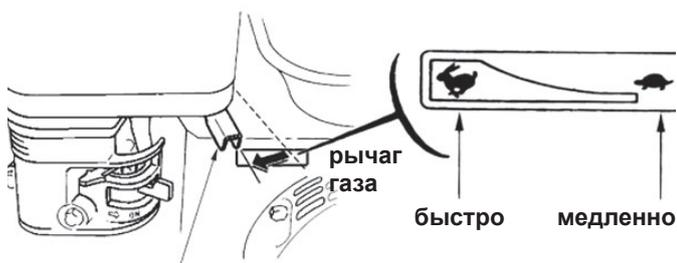

Рис. 32
3. Переведите рычаг газа (Рис. 32) на 1/3 хода в сторону положения максимальных оборотов двигателя (обозначение зайца: на наклейке-максимальные обороты, черепахи: холостые обороты).
1. Откройте топливный кран, переместив рычаг топливного крана в рабочее положение (ON).
3. Переведите рычаг газа (Рис. 32) на 1/3 хода в сторону положения максимальных оборотов двигателя (обозначение зайца: на наклейке-максимальные обороты, черепахи : холостые обороты).